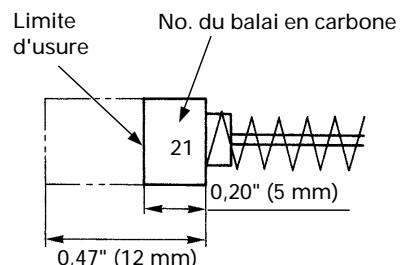

Fig. 8
4. Contrôle des balais en carbone (Fig. 8)
REMARQUE: Utiliser le balai en carbone HITACHI No. 21 indiqué sur la figure 8.